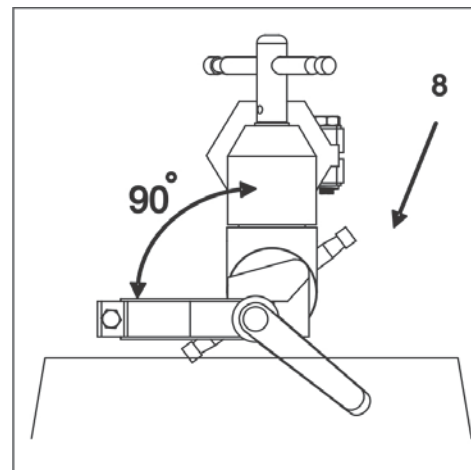

Fig. 6-3
- Solte a alavanca (8) e regule a junta de controle do avanço em 90° (perpendicularmente) ao encaixe do motor. Posteriormente volte a fixar a alavanca (8). (ver fig 6-3).